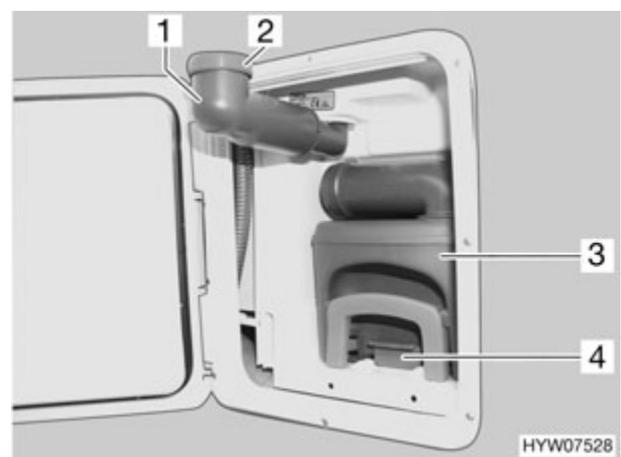

Fig. 180 Cassette Thetford
- Faire pivoter le bec de remplissage d'eau fraîche (Fig. 180,1) vers l'extérieur.
- Retirer le bouchon à vis (Fig. 180,2).